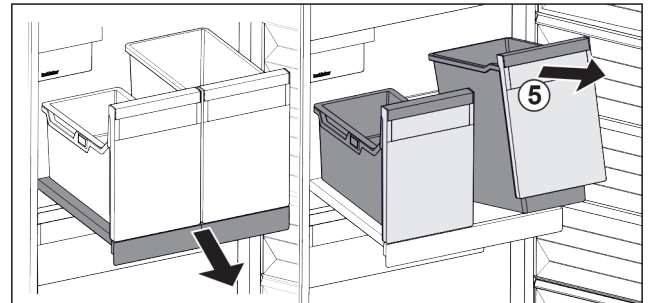

Fig. 101
- Behälter Fig. 101 (5) vorne anheben.